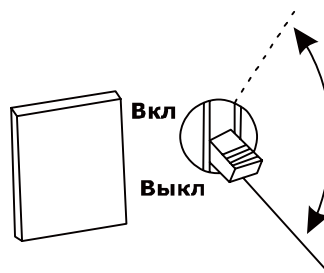

Рис. 15
- Дайте двигателю поработать в течение 3-5 минут, чтобы прогреть его. По мере прогрева двигателя постепенно передвиньте рычаг воздушной заслонки в положение «Открыто». Подсоедините потребителей к розеткам генератора. Если генератор должен питать два или более устройства, следует включать их поодиночке, в первую очередь - с более высоким пусковым током. Переведите прерыватель цепи в положение «ВКЛ» (рис. 15).